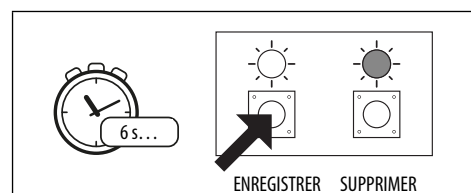

Fig. 16
1. Appuyer d'abord sur le bouton Enregistrer et le maintenir enfoncé pendant environ 6 secondes jusqu'à ce que la LED Enregistrer verte **S'ÉTEIGNE** et que la LED Supprimer rouge reste **ALLUMÉE**, voir **Fig.16**.